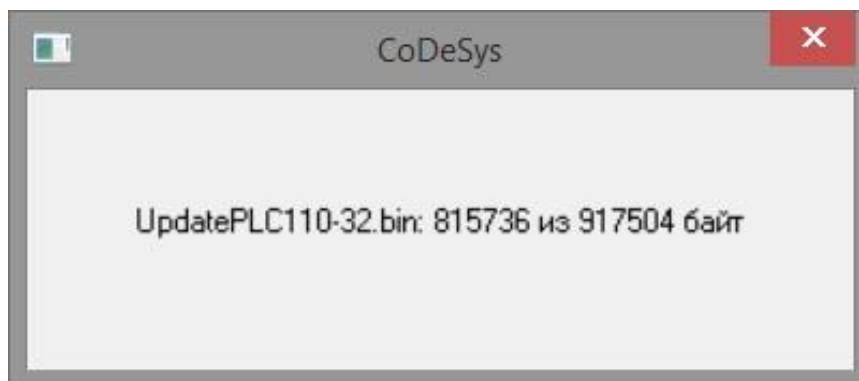

Рисунок 1.2. Процесс записи файла в ПЛК
7. Начнется запись файла в память ПЛК (рисунок 1.2).